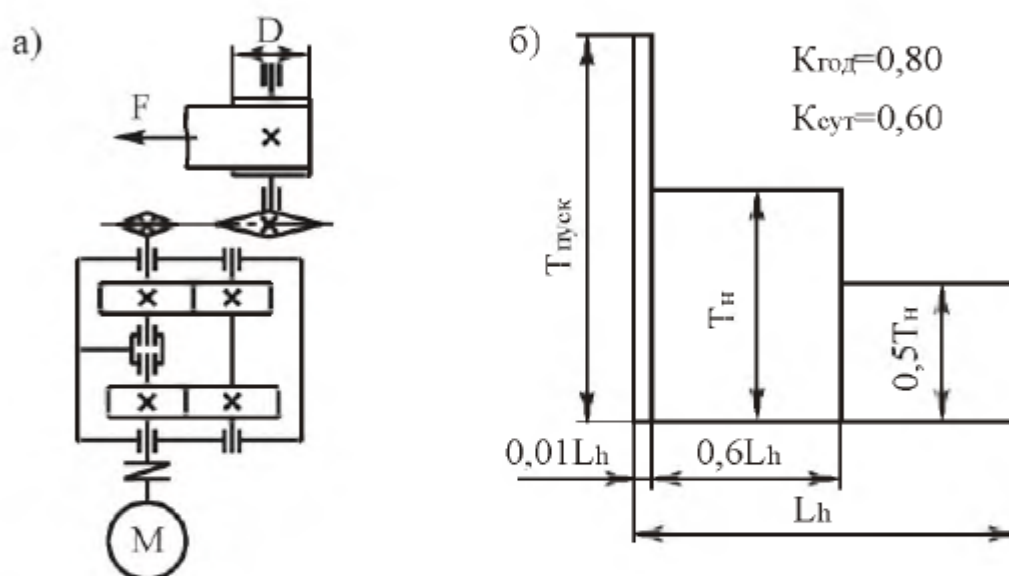

Рис. 6.2. Привод ленточного конвейера:
**Тема 2.** Спроектировать привод ленточного конвейера (рис. 6.2, табл. 6.2). Привод вала барабана ленточного конвейера осуществляется асинхронным электродвигателем общего машиностроительного применения. Включает в себя цилиндрический двухступенчатый соосный редуктор и открытую цепную передачу. Входной вал редуктора соединен с валом электродвигателя упругой муфтой.